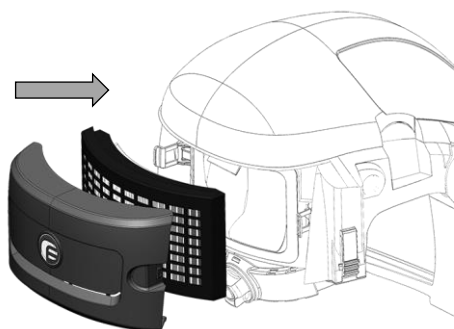

Abbildung 6
Vergewissern Sie sich, dass der HEPA-Filter korrekt angebracht wurde (siehe Abbildung 6).
1. Vergewissern Sie sich, dass der HEPA-Filter korrekt angebracht ist (siehe Abbildung 6 auf Seite 53).